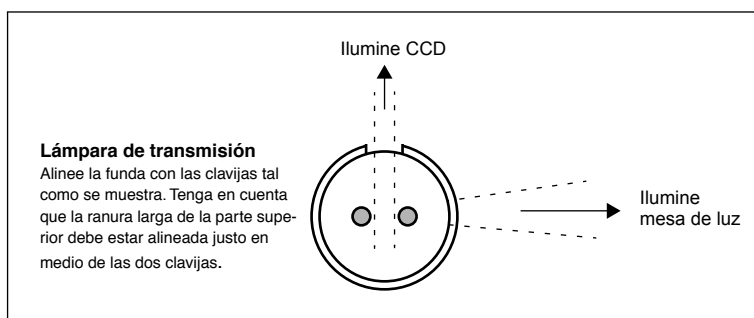

Figura 4: Alineación de la funda de luz, tal como se ve desde la parte izquierda del escáner..
A veces, la funda está pegada en su sitio cuando el escáner sale de fábrica, pero cuando cambie el tubo luminoso, la funda dejará de estarlo; se ajustará para que no pueda salirse, pero podrá hacerla girar manualmente si lo intenta. La orientación correcta de la funda aparece en la Figura 4.
5. Coloque la nueva lámpara siguiendo el procedimiento contrario al que llevó a cabo para extraerla. Asegúrese de que la funda queda alineada correctamente con el escáner como se muestra en la Figura 4. Gire la lámpara y/o ajuste la funda en caso que sea necesario.